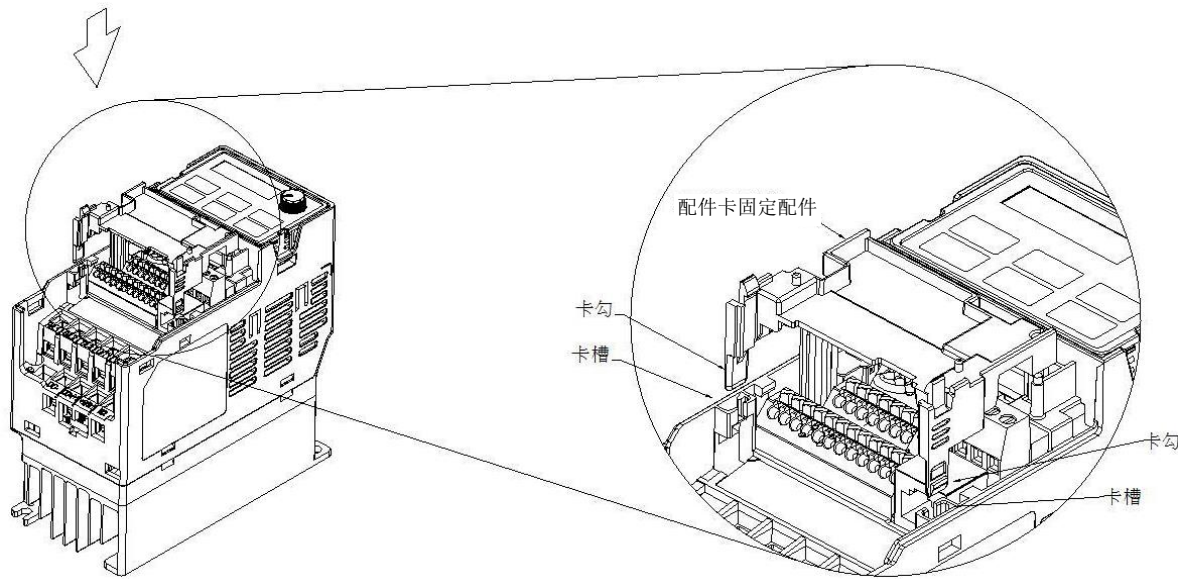

图 8-1
3. 如图 8-1 所示，先将配件卡固定配件两个卡勾对准卡槽，下压让两个卡勾卡住卡槽。